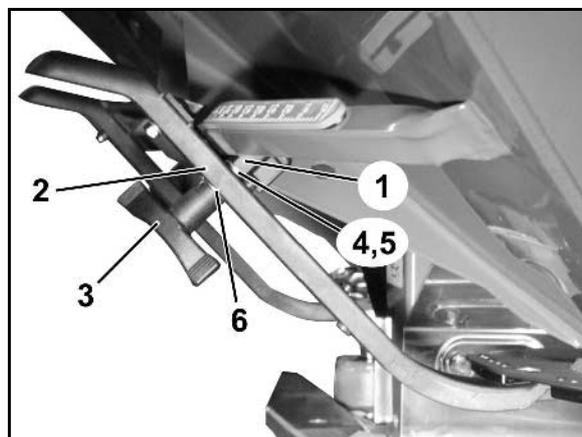

Fig. 15
6. Ajustar o dispositivo de aperto (Fig. 15/1) para a alavanca de ajuste (Fig. 15/2) do seguinte modo:
7. Desenroscar a porca de orelhas (Fig. 15/3).
8. Retirar o parafuso e trocar a posição das duas anilhas (Fig. 15/4) de trás (Fig. 15/5) para a frente (Fig. 15/6).